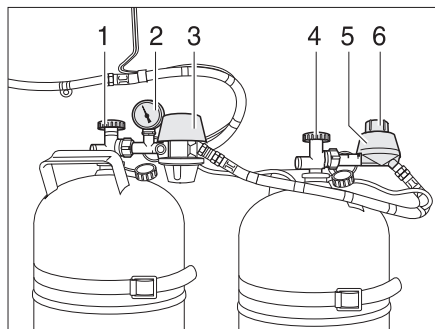
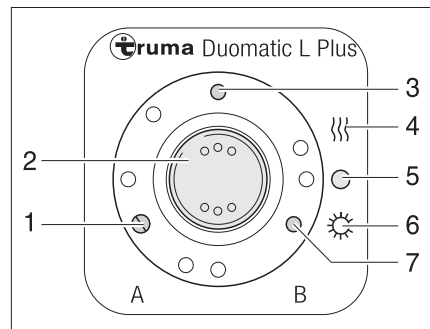

Fig. 83 Instalación de conmutación Duomatic
Fig. 84 Unidad de mando
La instalación de conmutación Duomatic se compone de un regulador central (Fig. 83,3) y de un regulador de conmutación (Fig. 83,5). Con el botón giratorio (Fig. 83,6) en el regulador de conmutación se puede determinar cuál de las bombonas de gas se usará como bombona de servicio y cuál bombona de gas como bombona de reserva.
El manómetro (Fig. 83,2) en el regulador central indica la presión en la bombona de gas, no el nivel de llenado de la bombona de gas. Con el manómetro se puede comprobar la estanqueidad de la bombona de gas.
En la unidad de mando (Fig. 84) únicamente pueden conmutarse las funciones eléctricas. Las llaves de paso principales de las bombonas de gas (Fig. 83,1 y 4) deben abrirse a mano.
- Abrir las llaves de paso principales en las bombonas de gas (Fig. 83,1 y 4).
- Con el botón giratorio (Fig. 83,6) en el regulador de conmutación (Fig. 83,5), seleccionar la bombona de gas de la cual se debe tomar el gas preferentemente (bombona de servicio).
En caso de que el botón giratorio se encuentre en la zona roja, el gas se tomará preferentemente de la bombona de gas con el regulador central (Fig. 83,3).
En caso de que el botón giratorio se encuentre en la zona verde, el gas se tomará preferentemente de la bombona de gas con el regulador de conmutación (Fig. 83,5).
- Conectar la instalación de conmutación Duomatic en la unidad de mando (Fig. 84).
Para ello, ajustar el interruptor basculante (Fig. 84,2) en modo de invierno "On y calentar" (Fig. 84,4) o en modo de verano "On" (Fig. 84,6). Los dos reguladores de presión de gas están ahora desaireados. El piloto (Fig. 84,3) se enciende.
- Poner el interruptor basculante (Fig. 84,2) en "O" (Fig. 84,5). El piloto (Fig. 84,3) se apaga.
- Cerrar las llaves de paso principales en las bombonas de gas (Fig. 83,1 y 4).
Las luces de control en la unidad de mando (Fig. 84) señalizan en el interior del vehículo si las bombonas están dispuestas para el funcionamiento.
- Luz de control "A" (Fig. 84,1): Bombona de gas en el regulador central
- Luz de control "B" (Fig. 84,7): Bombona de gas en el regulador de conmutación